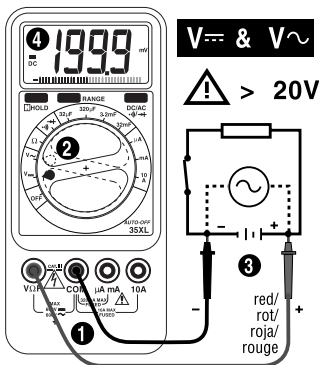

Fig. 1
## DC AND AC VOLTAGE MEASUREMENT (See Fig. 1)
❶ Connect test leads as shown in figure 1. ❷ Select  $V\sim$  or  $V=$ . ❸ Touch Probe tips across voltage source (in parallel with circuit). ❹ Voltage value will appear on Digital Display along with the voltage polarity (DC measurements, – shown, + implied).
## **E • Medidas de tensión CC y CA (vea Fig. 1)**
## **F • Mesure de Tensions CC et CA (voir fig. 1)**
- 1 Connectez les cordons comme indiqué en figure 1. 2 Sélectionnez  $V\sim$  ou  $V=$  3 Connectez les pointes de touche en parallèle avec la source de tension. 4 Lisez la valeur sur l'afficheur. **Note pour mesures ca:** Le 35XL est d'appareils à mesure moyenne, calibrés pour indiquer une valeur efficace d'une sinusoïde pure. D'autres facteurs de conversion s'appliquent pour d'autres formes d'onde. Renseignez-vous sur les multimètres à mesure efficace vraie de Wavetek Meterman.